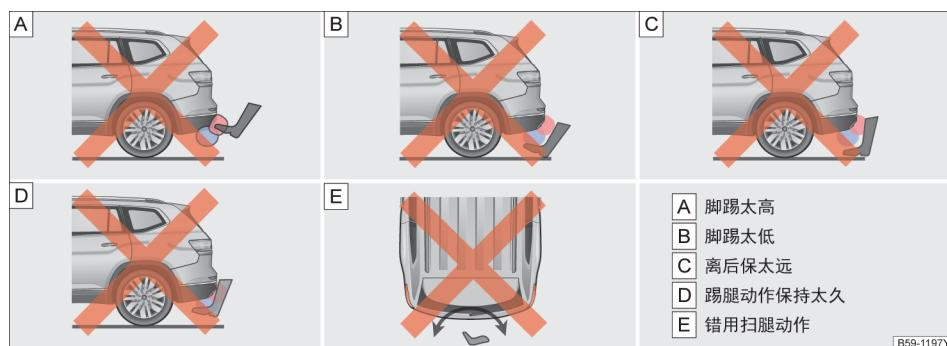

图 66 脚踢激活感应式行李厢盖开启的错误动作示范
- 2、脚踢太高、太低或是离后保太远→图 66
- 3、踢腿动作在后保下保持太久（超过 1 秒）→图 66 D
- 4、使用错误的踢腿动作（比如：来回扫腿）→图 66 E